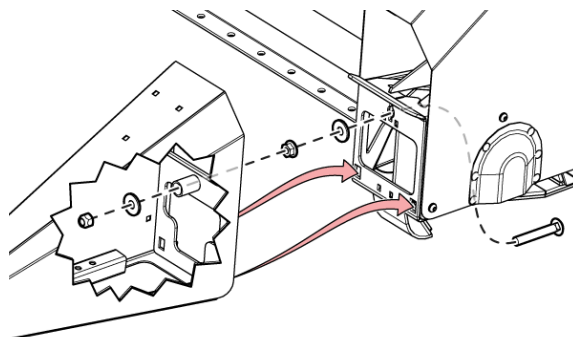

Рис. 45 - Установка бокового делителя.
Убедитесь в том, что боковые делители правильно установлены и что на них отсутствуют остатки растений (см. Рис. 45 на стр. 37)
- ☐ Убедитесь в том, что боковые делители правильно установлены и что на них отсутствуют остатки растений (см. Рис. 45 на стр. 37)